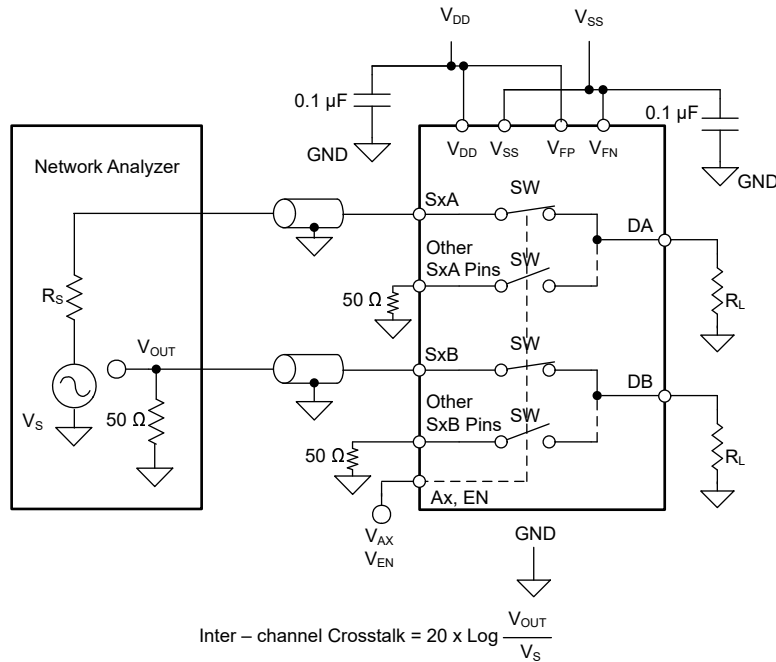

图 8-16. 通道间串扰测量设置
2. 通道间串扰 ($X_{TALK(INTER)}$)：图 8-16 展示了当信号施加在不同通道中导通开关输入的源极引脚时，导通开关输入的源极引脚 (S_x) 上的电压。通道间串扰仅适用于 TMUX7349F 器件。